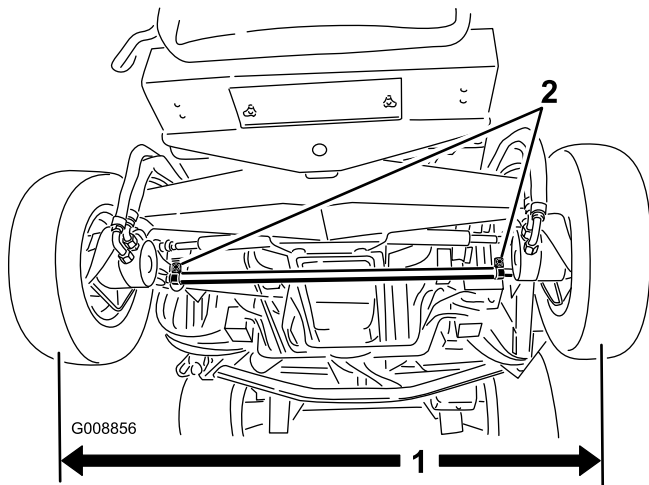

Figure 76
1. Mesurez l'entraxe (à hauteur d'essieu) à l'avant et à l'arrière des roues directrices (Figure 76). Le pincement à l'avant doit être inférieur de 0 à 3 mm au pincement à l'arrière.
2. Pour régler le pincement, desserrez les fixations aux deux extrémités des biellettes (Figure 76).